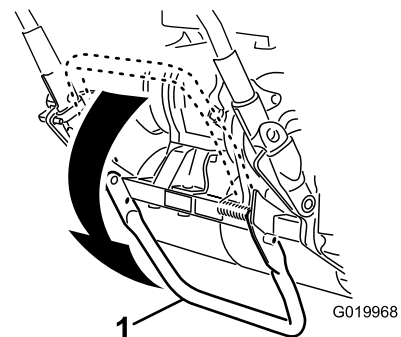

Figure 9
1. Abaissez la béquille en appuyant **au centre** avec le pied, puis tirez sur la poignée de la machine jusqu'à ce que la béquille bascule complètement en avant (Figure 9).